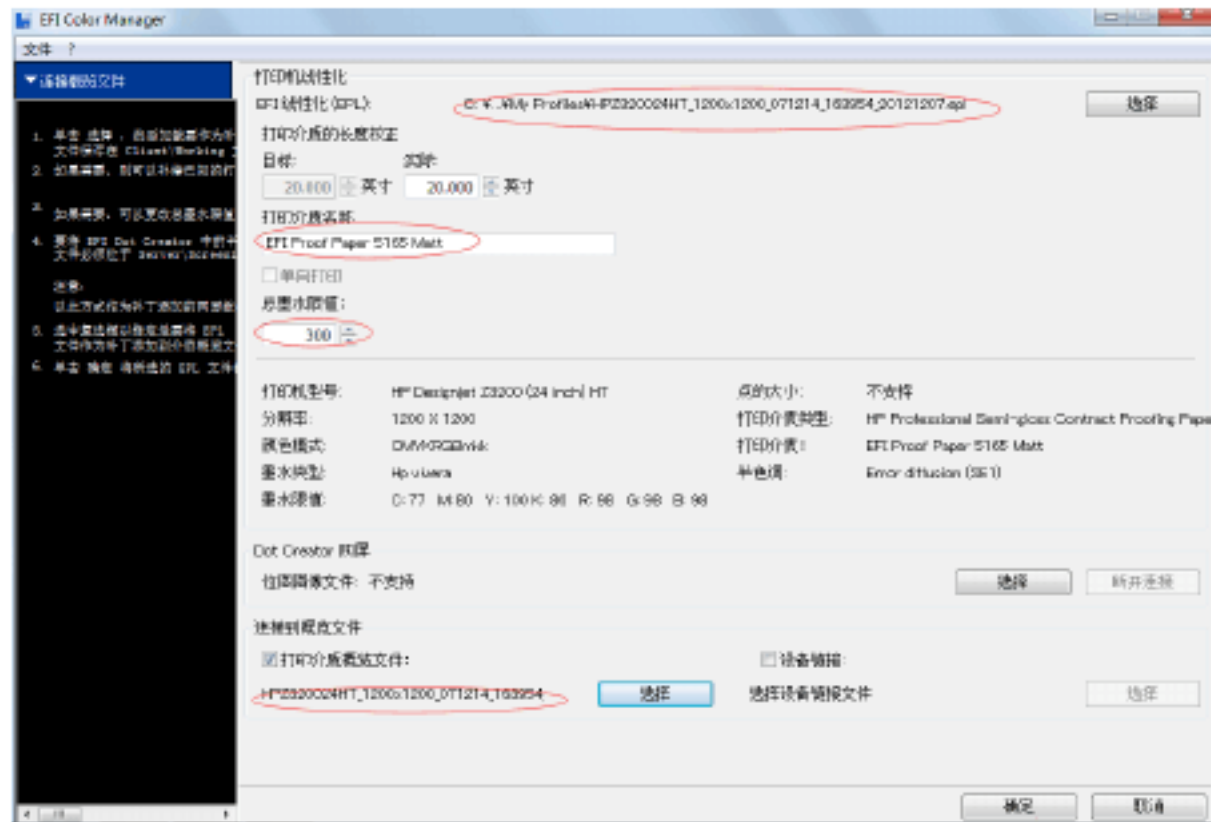

图 8
1. 制作好打印介质的EPL文件和 ICC 文件之后，在图 2-b 中选择“Profile Connector”进行 ICC 的捆绑。分别选择线性化的 EPL 文件和刚刚制作的 ICC 文件，进行捆绑（如图 8）。